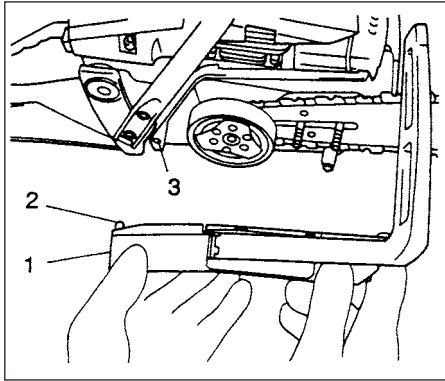

Fig.1-3
4. Das Seitengehäuse (1) auf die Schienen-Arretierschrauben setzen und dabei den Führungsstift (2) am Seitengehäuse in die Paßbohrung (3) am Werkzeug einpassen. (Fig. 1-3)